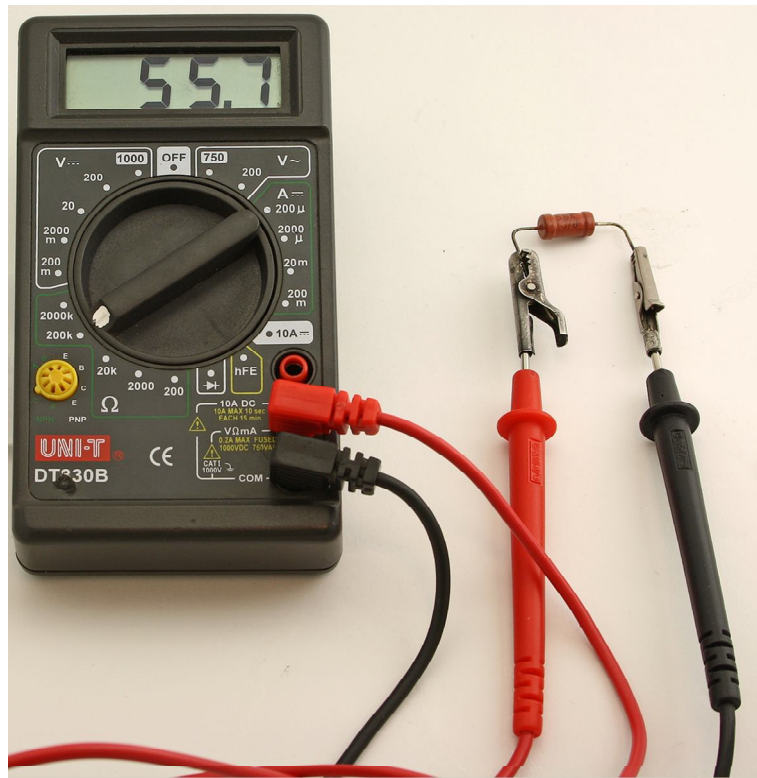

Рис. 12
1. Перемикач мультиметра переведіть в положення " $\Omega$  2000k". Приєднайте щупи мультиметра до одного з резисторів (див. рис. 12) і запишіть значення його опору в зошит. Виберіть межу вимірювання, яка дає найбільшу точність. Порівняйте одержане з вимірювань значення опору з номіналом, вказаним на корпусі резистора. Врахуйте, що опір резистора вказується з похибкою 10 % (для окремих резисторів – 5 % чи навіть 1 %). Зробіть висновок.